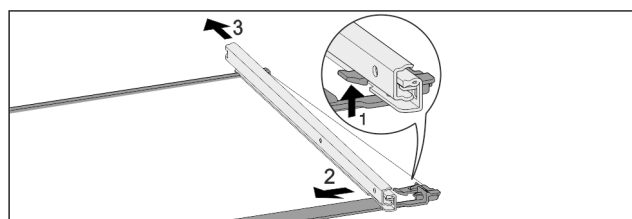

Fig. 139 Ripiano in vetro con guide
- ▶ Premere il gancio di fermo anteriore verso l'alto. Fig. 139 (1)
- ▶ Far scorrere la guida estraibile di lato Fig. 139 (2) e verso il lato posteriore Fig. 139 (3).